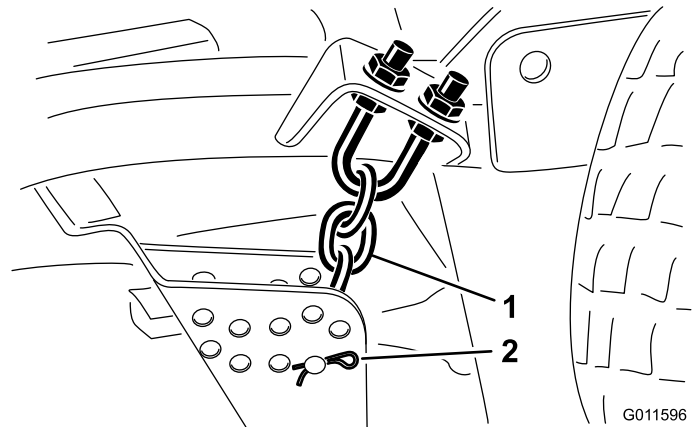

Figura 19
- Retire o contrapino tipo grampo e pino de segurança que fixam as correntes da altura de corte à traseira da unidade de corte (Figura 19).